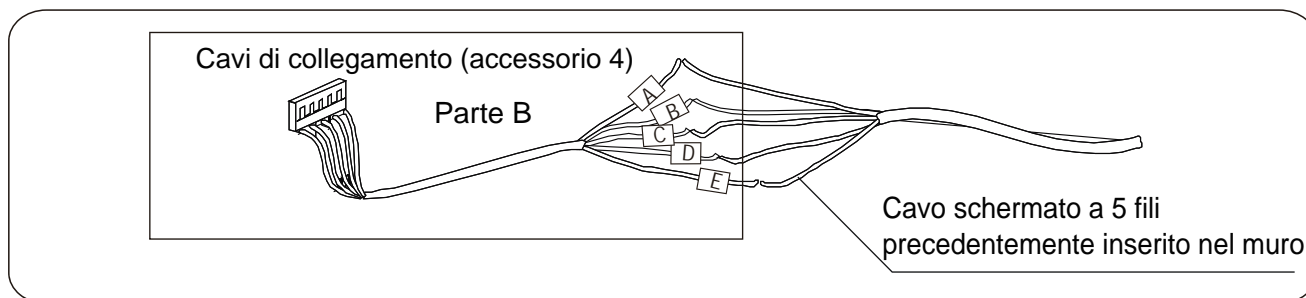

Figura 3.8
2) Collegare l'estremità tagliata della parte B dei cavi di collegamento al cavo schermato a 5 fili precedentemente inserito nel muro (vedi Figura 3.8).